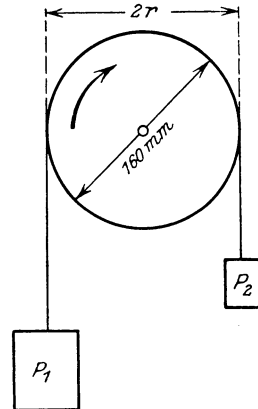

Abb. 67.
stand $R_a + R_h = 2 [1] (1) \Omega$, die Bremsgewichte $P_1 = 6 [7,5] (15,5) \text{ kg}$, $P_2 = 0,8 [1] (2,5) \text{ kg}$ und der Scheibendurchmesser $2r = 160 \text{ mm}$ (Abb. 67). Gesucht:
- die unter a), b), c), d), e) verlangten Größen, wenn bei unveränderter Belastung die Klemmenspannung auf $110 [125] (230) \text{ V}$ erhöht wird.